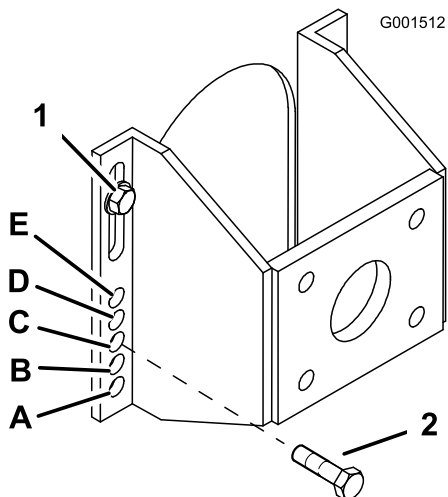

Figura 16
- Allentate i 2 bulloni superiori del ponte, senza staccarli (Figura 16).
- Staccate i 2 bulloni inferiori del ponte (Figura 16).
- Spostate verso l'alto o verso il basso la staffa di montaggio, in modo tale da poter montare i 2 bulloni di regolazione del ponte nei fori desiderati (Figura 16). Potete aiutarvi con un punteruolo conico per allineare i fori.